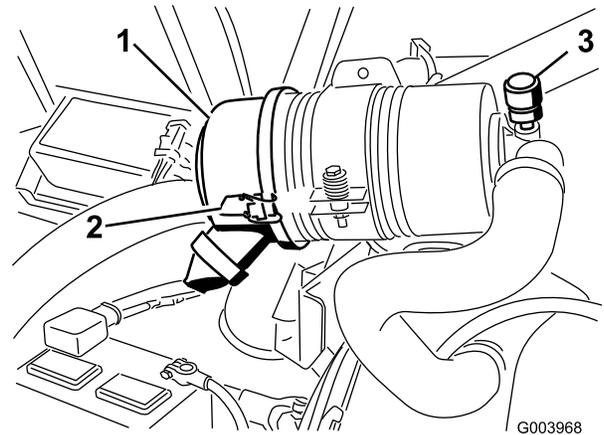

Figura 54
Effettuate la manutenzione del filtro dell'aria quando l'indicatore (Figura 54) lo richiede. Sostituendo il filtro dell'aria prima del necessario si aumenta il rischio che la morchia penetri nel motore quando si toglie il filtro.
1. Rilasciate i fermi che fissano il coperchio del filtro dell'aria al relativo corpo (Figura 54).